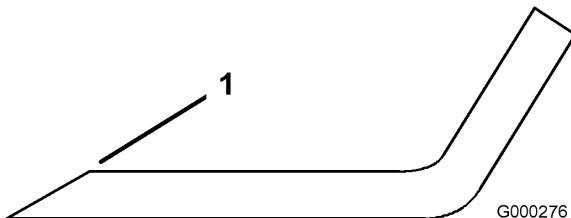

Figure 56
1. Au moyen d'une lime, aiguisez les tranchants aux deux extrémités de la lame (Figure 56) en veillant à conserver l'angle de coupe d'origine. Limez la même quantité de métal sur chacun des deux tranchants pour ne pas déséquilibrer la lame.